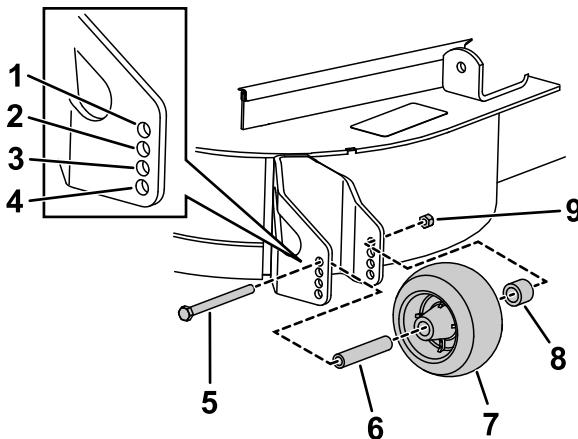

Bild 13
1. Nach dem Einstellen der Schnitthöhe sollten Sie die Rollen einstellen. Nehmen Sie die Bundmutter, die Büchse, das Distanzstück und die Schraube ab (Bild 13).
3. Setzen Sie die Bundmutter, die Büchse, das Distanzstück und die Schraube ein. Ziehen Sie sie bis auf 54-61 Nm an (Bild 13).